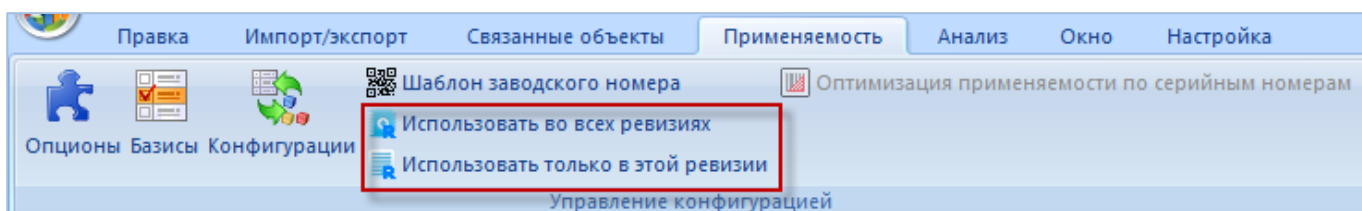

Рис. 10-58 – Панель «Управление конфигурацией»
7) Для изменения логистической структуры ревизий компонента предназначены кнопки «Использовать во всех ревизиях» и «Использовать только в этой ревизии» панели «Управление конфигурацией» на вкладке «Применяемость» (рис. 10-58).